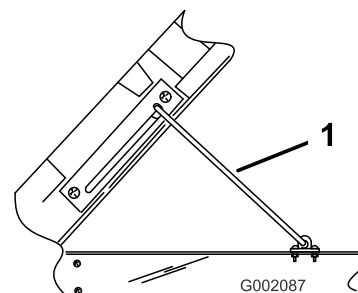

Figura 15
2. Tire de la varilla de soporte hasta que entre en la muesca, afianzando la plataforma (Figura 15).